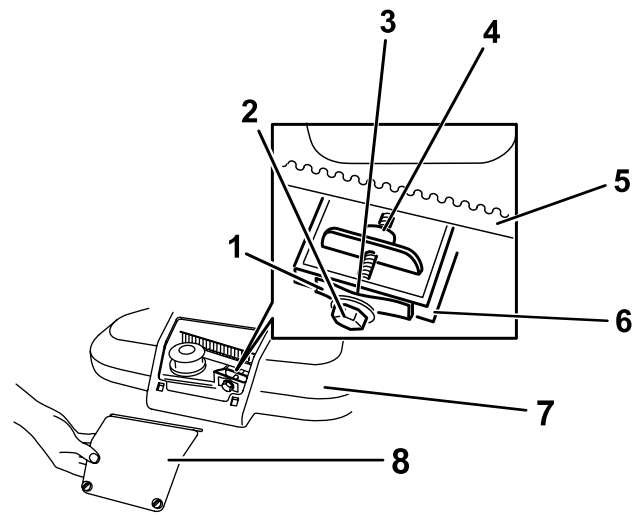

Figura 32
1. Desaperte os dois parafusos um quarto de volta no painel de acesso da cobertura da correia e retire o painel (Figura 32).
Nota: Se existir uma folga visível entre o apalpa-folgas e a mola, aperte o parafuso de ajuste e a porca até que o apalpa-folgas mal se desloque livremente dentro e fora da folga (Figura 32).